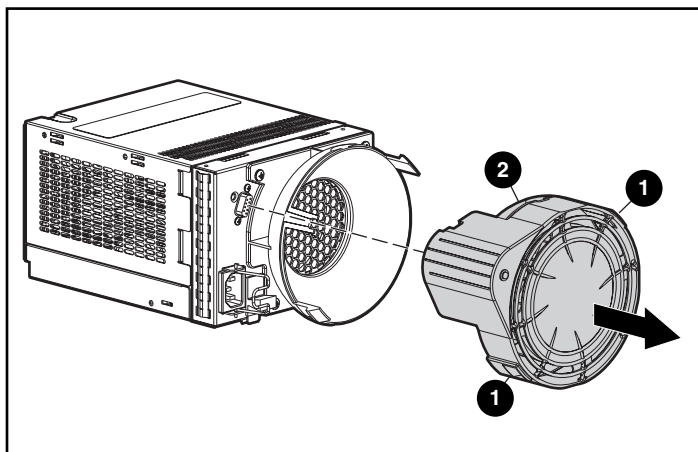

図 16: 空冷ファンを交換する
1. 2つの赤色の空冷ファン タブ ❶ を押し込みながら、空冷ファン エレメント ❷ を引き出します。図 16 を参照してください。